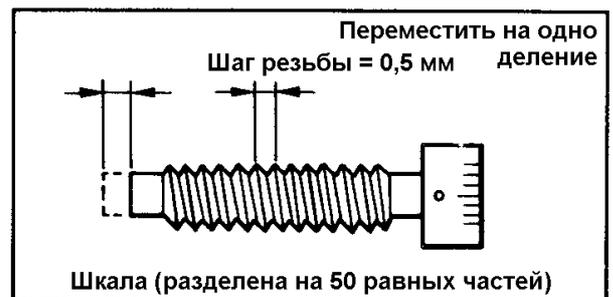

Рис. 3-7 Осевое перемещение шпинделя
2) Соотношение между делением шкалы на наружной втулке (с рифлением) и осевым перемещением шпинделя X (мм): (См. рис. 3-7)